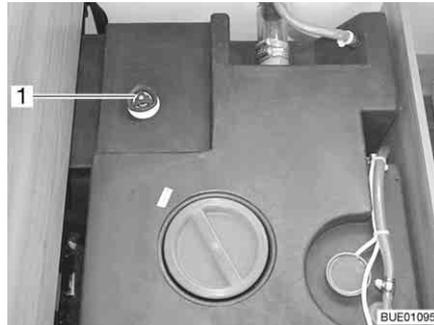

Fig. 202 Serbatoio dell'acqua con maniglia girevole
- Sul serbatoio dell'acqua ruotare la maniglia girevole (Fig. 202,1) in senso antiorario, oltre la resistenza verso l'esterno fino all'arresto, per aprire completamente l'apertura di scarico.